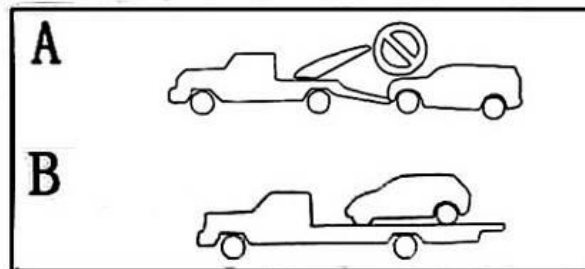

Fig.2
- ⚠ Le remorquage comme illustré en « A » (Fig.2) est strictement interdit (risque de dégâts matériels).
- ⚠ Pour des distances importantes, le remorquage doit être effectué comme illustré en « B » (fig.2) c'est-à-dire avec les 4 roues du véhicule hors sol.
- ⚠ Le remorquage comme illustré en « C » ou en « D » (Fig.3) est limité à de très courtes distances (inférieures à 2 kilomètres) et à la possibilité de signaler le véhicule remorqué. Concernant le remorquage comme illustré en « D » (levier d'inverseur sur « N », frein à main relâché), si une résistance se fait sentir, faire impérativement procéder au chargement du véhicule comme illustré en « B » (Fig.2).